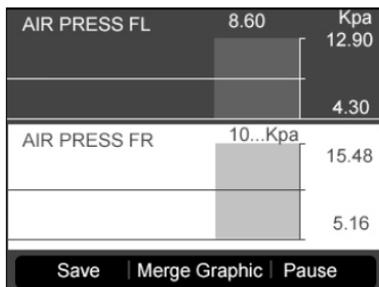
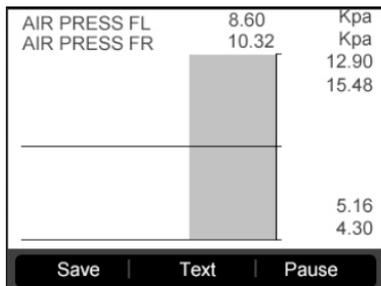

Abbildung 4.33
Abbildung 4.34
- Wenn die Sensordaten in einer Graphik angezeigt werden, bietet das Tool zwei weitere Optionen an: **Zwei Graphiken** und **Graphik zusammenführen**. Die erste Option kann zwei Graphiken auf einem Bildschirm anzeigen (Abbildung 4.33), bei der zweiten werden die beiden Graphiken in eine zusammengeführt. (Abbildung 4.34).